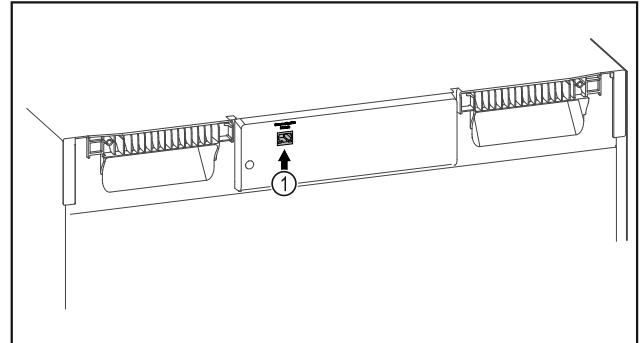

Fig. 88
- Използва се SmartModule Fig. 88 (1).